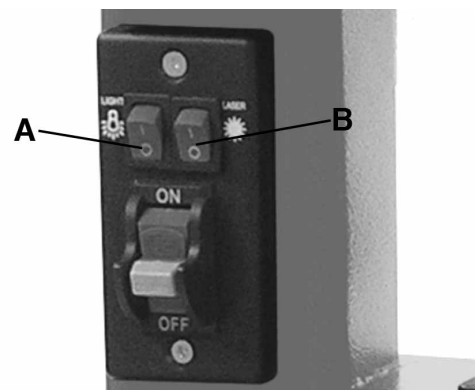

FIGURE 15
- 1) Pour mettre la lumière de travail en marche, appuyez sur l'interrupteur (A) Fig.15 vers le haut à la position "I" (en marche/On). Pour éteindre la lumière de travail, appuyez sur l'interrupteur vers le bas à la position "O" (arrêt/Off).
- 2) Pour mettre le laser en marche, appuyez sur l'interrupteur (B) Fig.15 vers le haut à la position "I" (en marche/On). Pour éteindre le laser, appuyez sur l'interrupteur vers le bas à la position "O" (arrêt/Off).